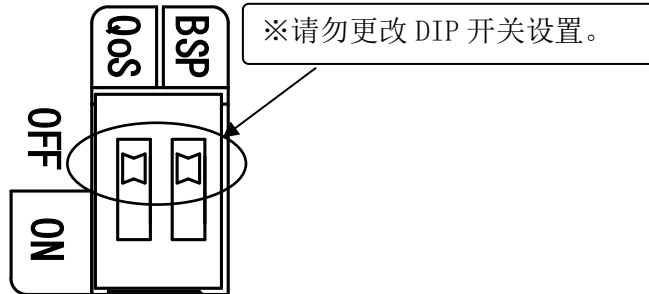

图 5.1 拨码开关设置
- (1) 将 Ethernet 网线连接到 5 个端口当中的任意一个 Ethernet 端口（随机）
- (2) 确认插到各端口的插头是否插牢。
- (3) 确保 DIP 开关具有如图 5.1 所示的设置。（两个引脚均关闭）